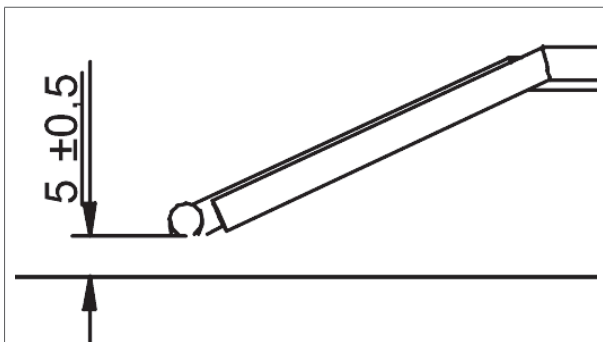

Figure 26- Distance entre l'électrode et le brûleur
- a. La distance entre l'électrode et le brûleur doit être égale à $5,0 (\pm 0,5)$ mm (figure 26).